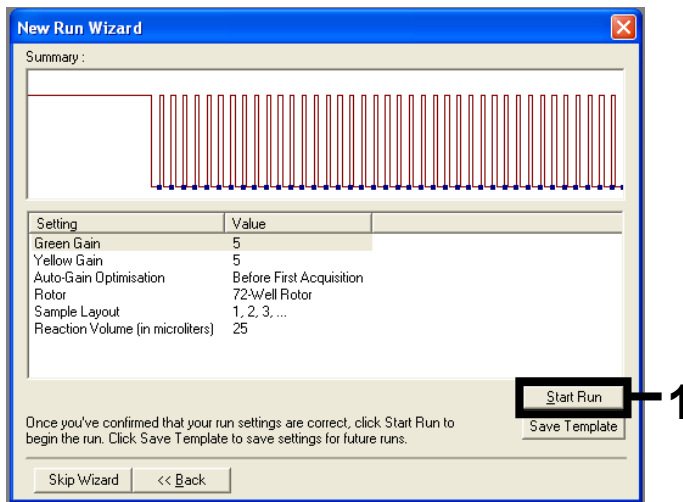

Abbildung 36. Dialogfeld „New Run Wizard“ (Assistent für neue Läufe). 1 = „Start Run“ (Lauf starten).
5. Überprüfen Sie den Bereich unter Zusammenfassung und klicken Sie auf Start Run (Lauf starten), um die Laufdatei zu speichern und den Lauf zu starten (Abbildung 36).